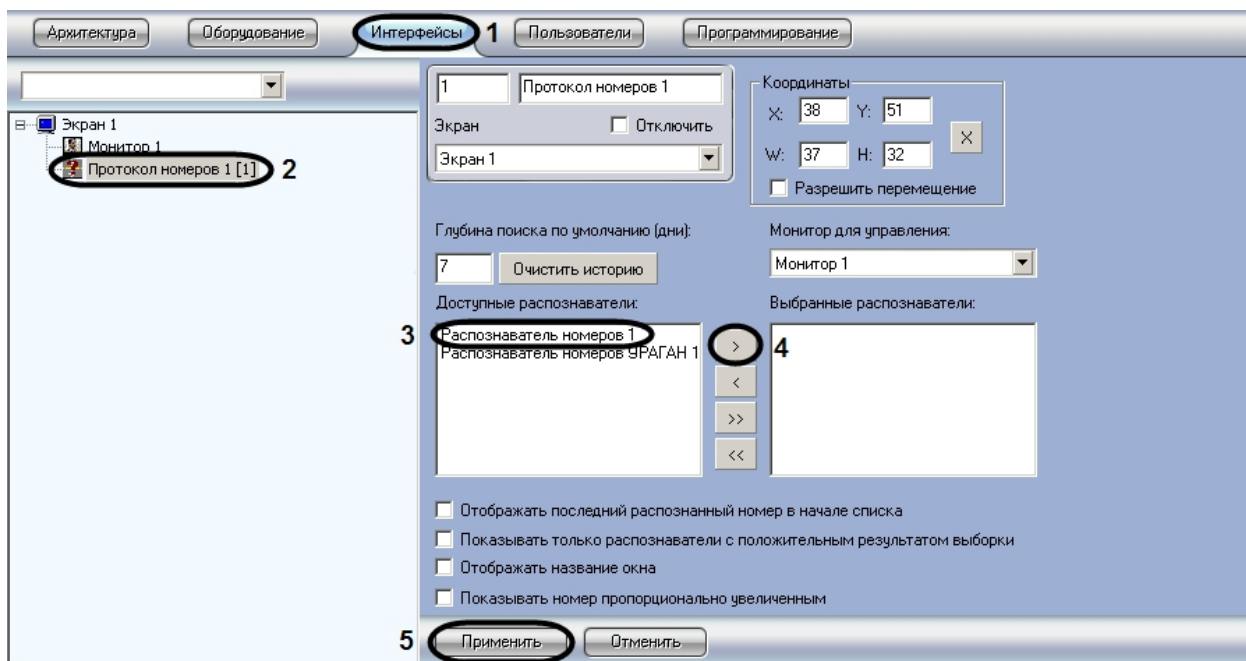

Рис. 91. Выбор распознавателей номеров
1. Перейти на вкладку «Интерфейсы» диалогового окна «Настройка системы» (см. Рис. 91, 1).
2. Выбрать в дереве объект «Протокол номеров» (см. Рис. 91, 2).
3. Выбрать значение из списка «Доступные распознаватели» (см. Рис. 91, 3).
Для удаления распознавателя из списка «Выбранные распознаватели» требуется нажать на кнопку «стрелка влево», для удаления всех распознавателей из списка «Выбранные распознаватели» требуется нажать на кнопку «двойная стрелка влево» (см. Рис. 91, 4).
4. Нажать кнопку «Применить» для сохранения настроек (см. Рис. 91, 5).